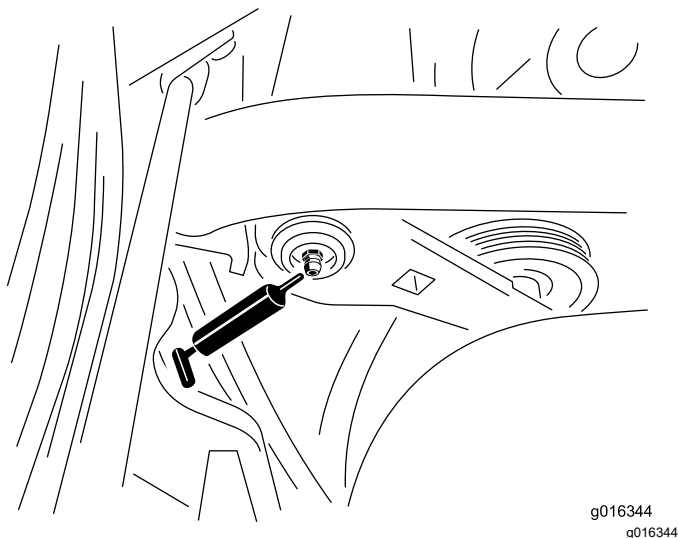

図 36
1. 異物を入れてしまわないよう、グリスニップルをきれいに拭く図 36。